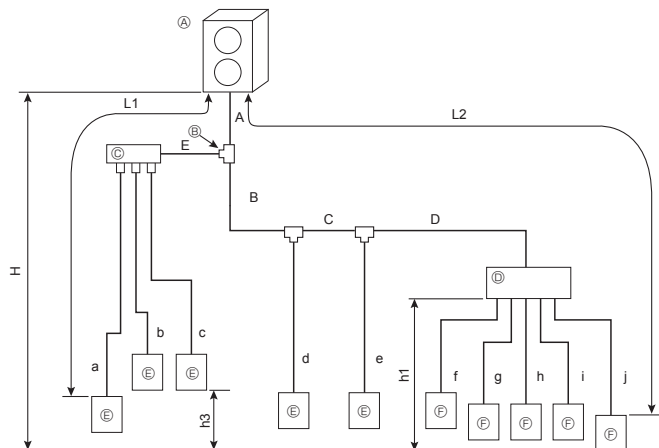

Fig. 4-5 (a)
4.3.3. Смешанная система (внутренние блоки City Multi и внутренние блоки серии M, S, P через ответвительную коробку) (Fig. 4-5)